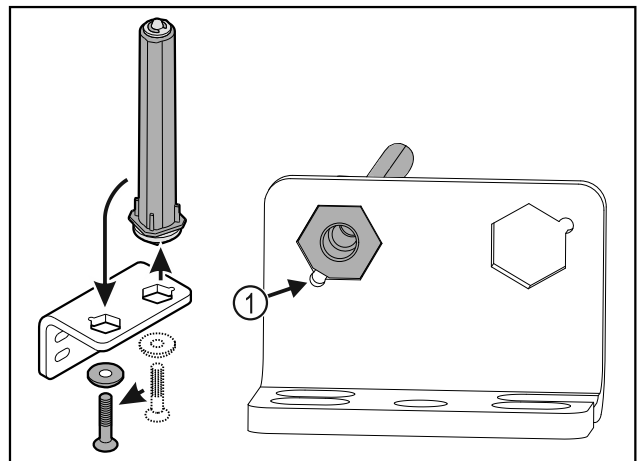

Fig. 39
- Observar que, al colocar, el bisel del perno Fig. 39 (1) apunte hacia el agujero redondo.